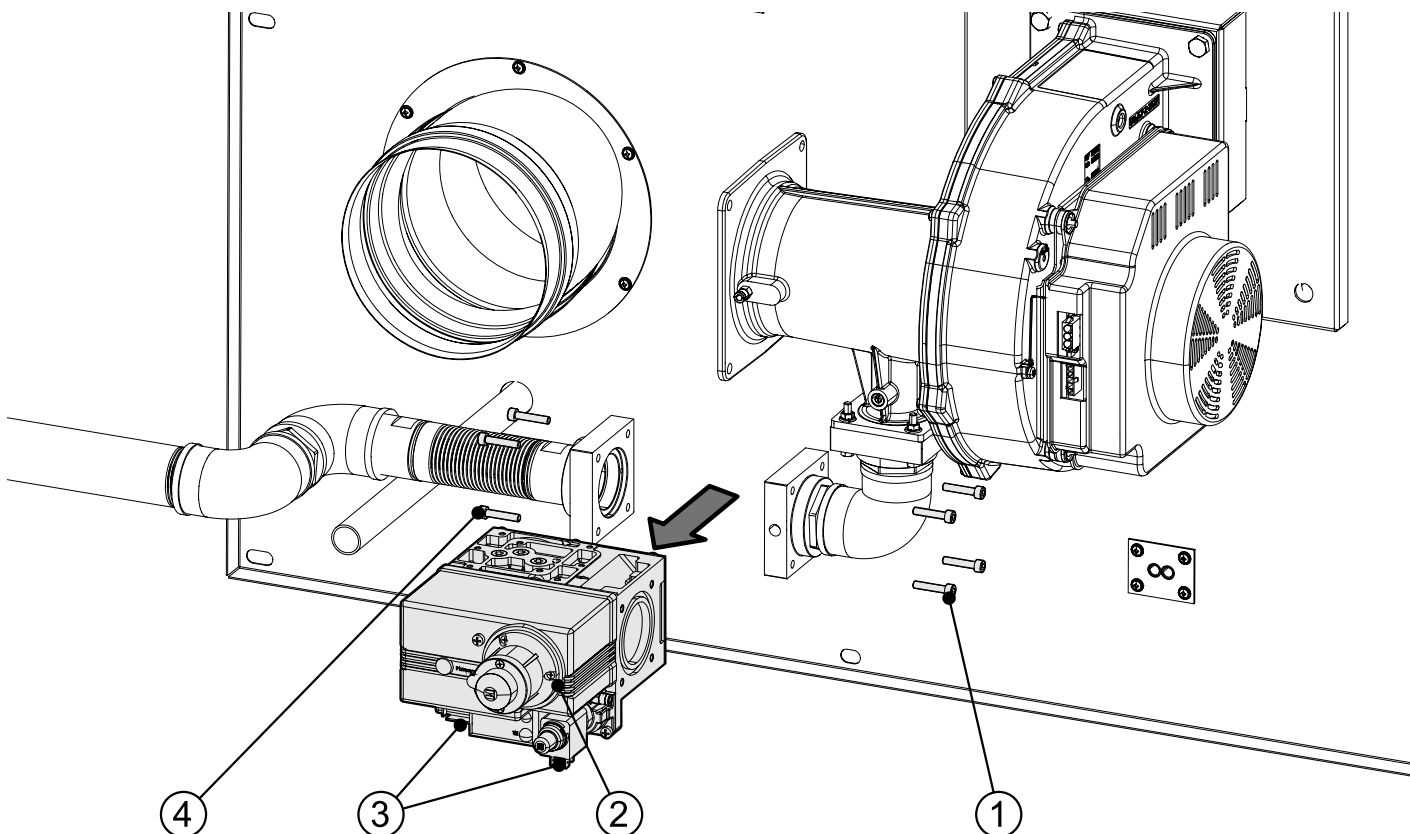

Fig. 8.4
3. Odłącz zawór elektromagnetyczny od zasilania elektrycznego (3), rys. 8.4.
4. Odkręć wkręty blokujące łącznika elastycznego (4).
5. Odkręć wkręty blokujące wentylator (1) podtrzymujące zawór elektromagnetyczny (2) tak, aby nie odpadł